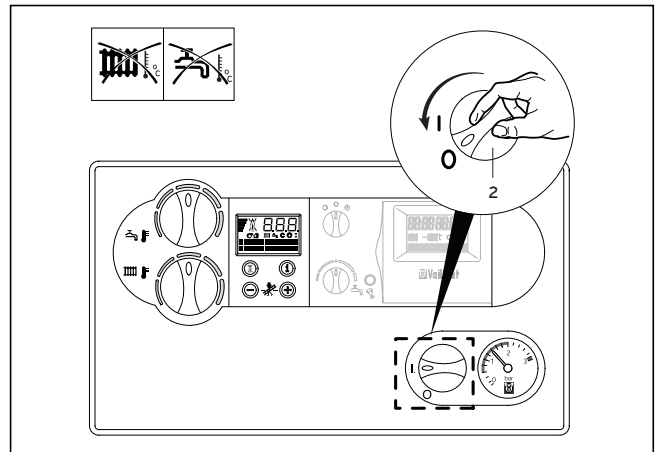

Fig. B.14: Fullständig avstängning
- Vrid i så fall huvudströmbrytaren (2) till läge "0". (bild B.14).